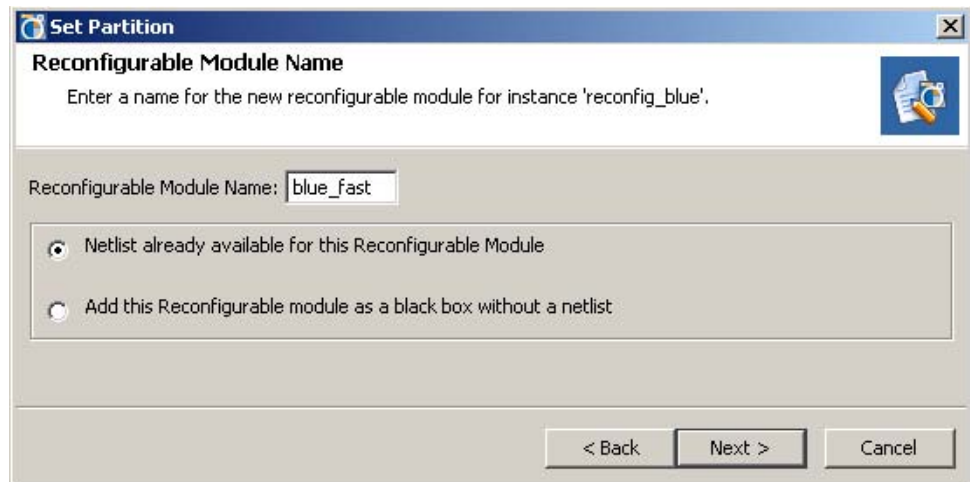

図 4-7：リコンフィギャブル モジュールの命名
2. 図 4-7 のように、モジュール名とそれが **Fast** か **Slow** かを示すように、リコンフィギャブル モジュールの名前を入力します。